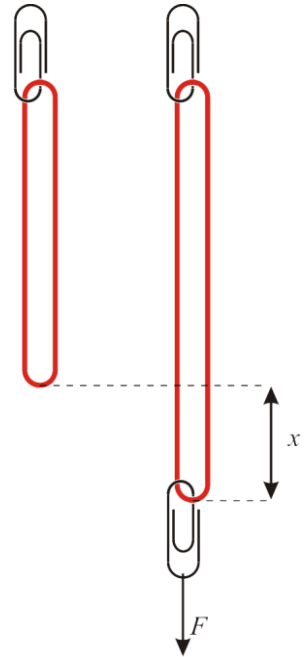

Рис. 4
1. Экспериментально исследуйте зависимость удлинения x резинового кольца (банковской резинки) от величины растягивающей силы F (рис. 4).